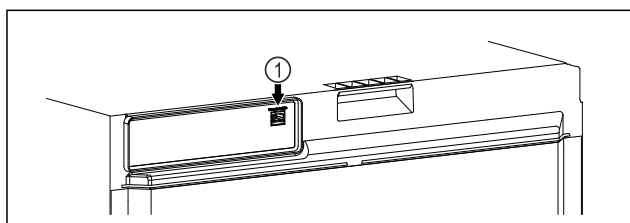

Fig. 109
- El SmartModule Fig. 109 (1) está colocado.